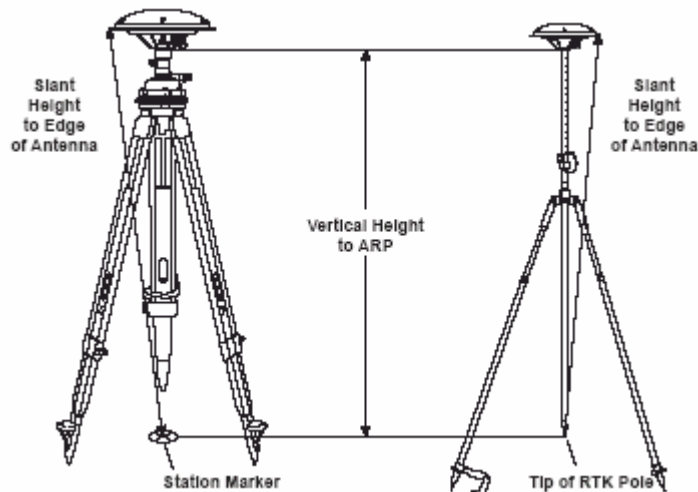

Figura 2-10. Medición de la altura de la antena
- En el caso de la antena de la estación de referencia, se deberá medir la altura vertical entre la marca del punto de observación y el punto de referencia de antena (ARP) o la altura inclinada entre la marca del punto de observación y la posición de medición de la altura de la antena (Figura 2-10).